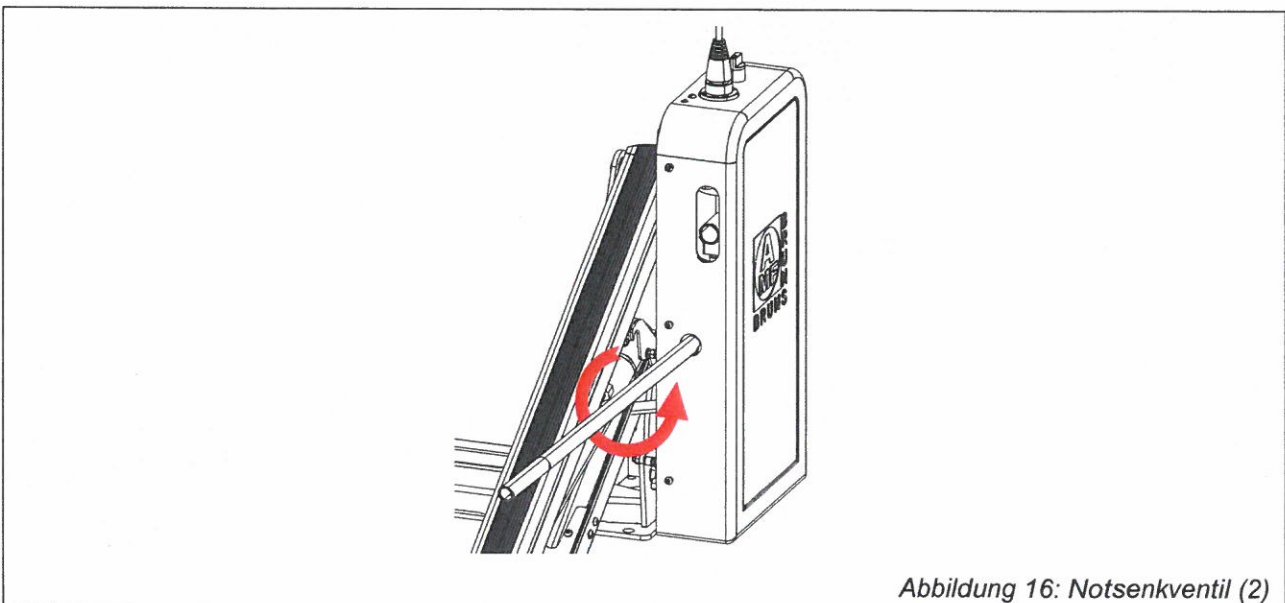

Abbildung 16: Notsenkventil (2)
- ⇒ Öffnen Sie das Notsenkventil mit dem Hebel durch langsames Drehen gegen den Uhrzeigersinn (siehe Abbildung 16).